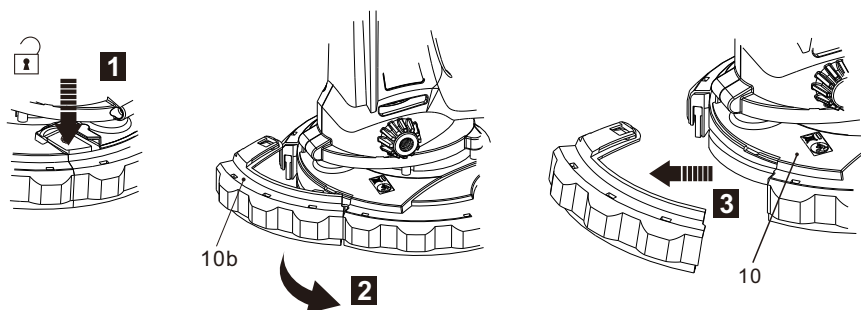

Fig. 9
- > Presione el botón de desbloqueo (10c) hacia abajo, manténgalo en esta posición y retire el segmento (10b) de la protección (10) (Fig. 9).